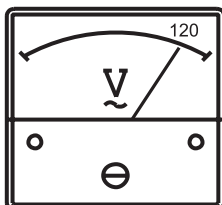

Figure 36. Voltmètre
11. Le **voltmètre C.A.** du générateur (Figure 36) affichera la sortie du générateur en **VOLTS**.